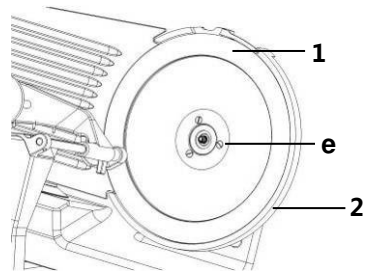

Abb. 10
- Um das Schneidemesser zu entnehmen, lösen Sie die 3 Feststellschrauben (**e**) mit einem geeigneten Schraubendreher (**Abb. 10**), hängen Sie das Schneidemesser vorsichtig aus.